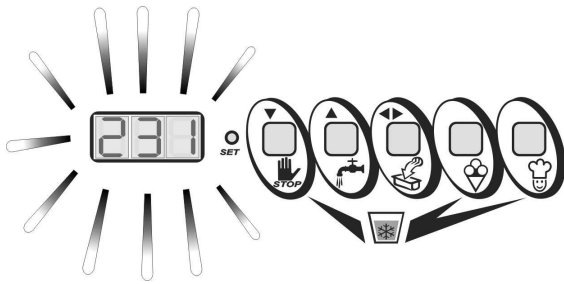

Fig. 5
- Luego de transcurridos algunos minutos y al haberse alcanzado el nivel de consistencia seleccionado en fase de programación, un aviso acústico intermitente advierte al operador que puede extraer el helado (Fig. 5). Si esto no fuese posible de inmediato, la máquina